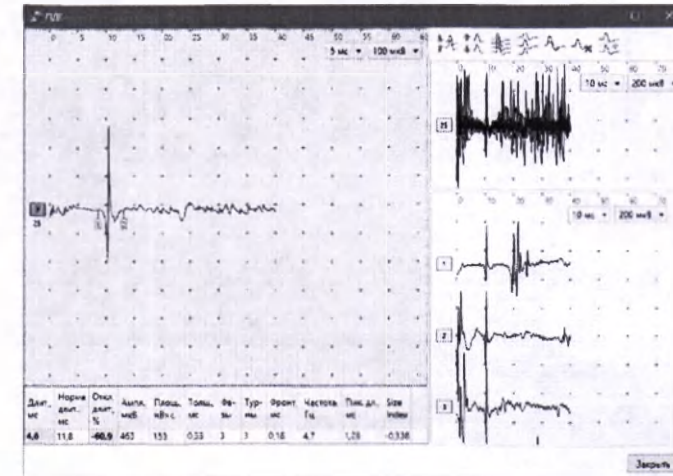

Рис. 192. Окно редактирования потенциала
2. Для редактирования потенциалов выделите нужный потенциал и дважды нажмите левую кнопку мыши. На экране появится увеличенный потенциал в виде трех полей: слева — поле усредненного потенциала, справа сверху — поле суперпозиции потенциалов, справа снизу — поле потенциалов, из которых проводилось усреднение. Под полем усредненного потенциала выводится таблица параметров потенциала (рис. 192).